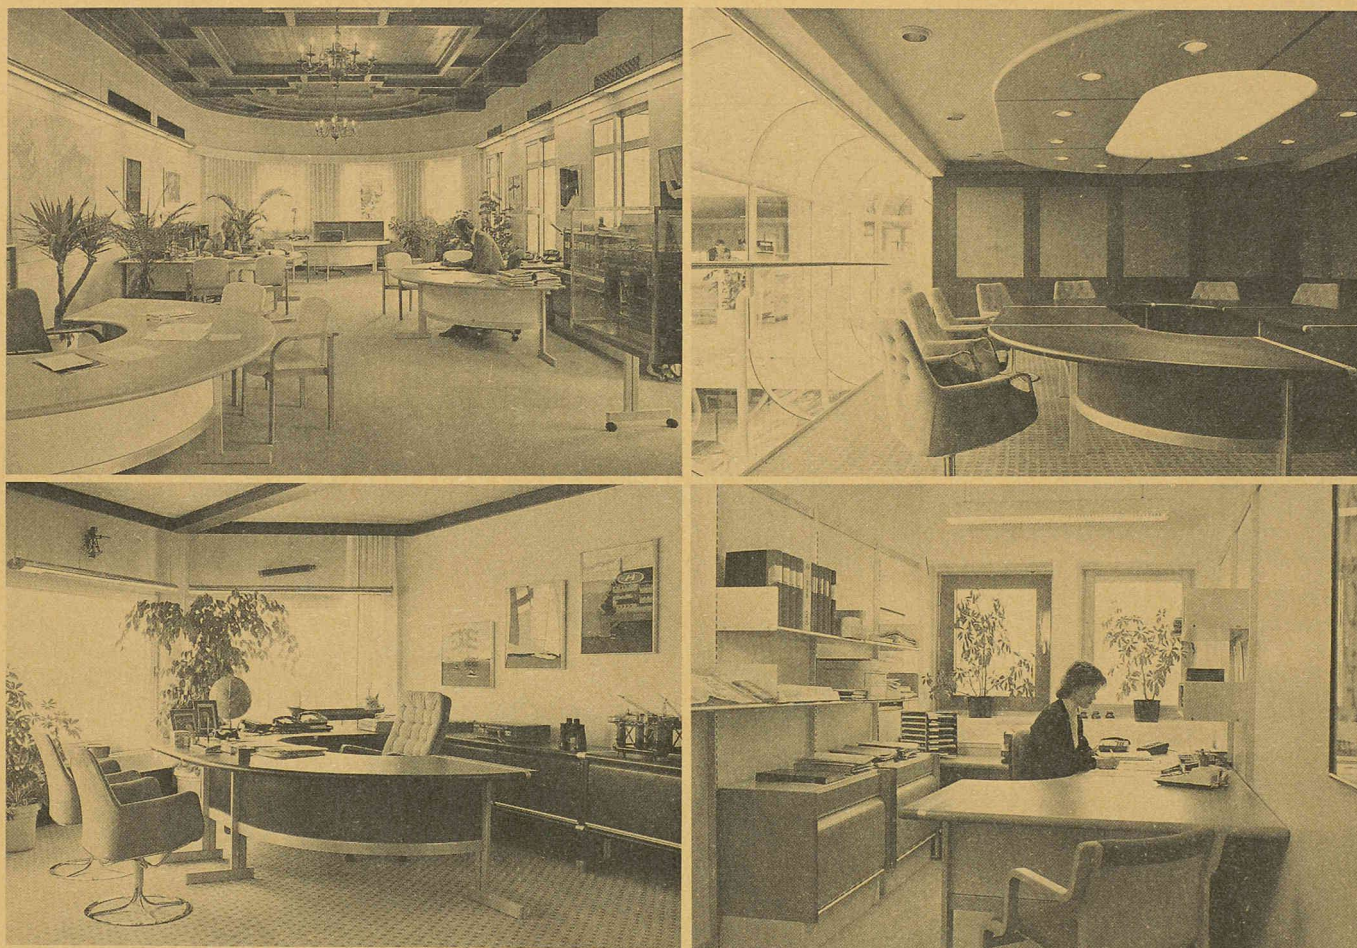

Fig. 4. — Quelques réalisations utilisant le mobilier de bureau de Round Office.
- Divers équipements spécialement adaptés complètent le système, notamment dans le domaine de l'éclairage. Quelques illustrations (fig. 4) montrent mieux la capacité d'adaptation du système aux con-